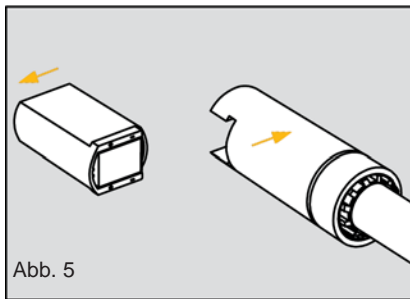

Abb. 5
- Schieben Sie die Batterieeinheit auseinander (siehe Abb.5 / Seite 19).
- Schrauben Sie die Isolierstange aus der Battereeinheit (siehe Abb.5 / Seite 21).